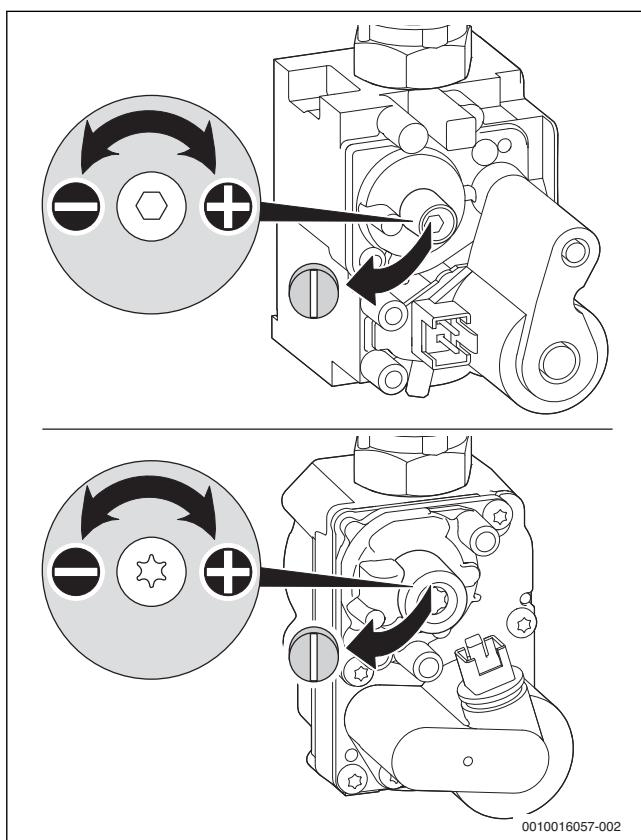

Fig. 37 Înlăturarea sigiliului de la șurubul de reglaj
- Dacă valoarea se află între -0,11 și -0,21 mbar, reglați presiunea diferențială conform reprezentării de mai jos (→ Fig. 37).